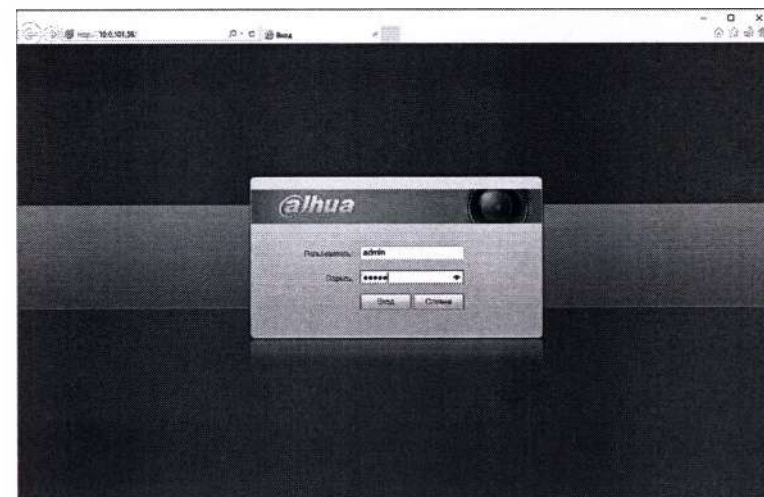

Рис. 5. Авторизация для работы с камерой Dahua
5. Откройте окно программы Internet Explorer и введите в адресной строке IP-адрес вашей видеокamеры (рис. 5).